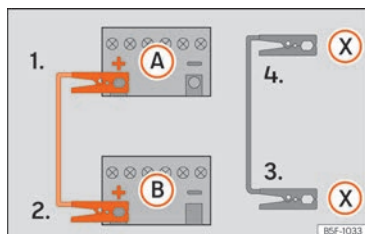

Fig. 4.6 Esquema de conexión para vehículos con sistema Start Stop.
- 4b. En los vehículos con sistema Start-Stop: emborne un extremo del cable negro de emergencia (X) a un terminal de masa adecuado, a una pieza de metal maciza que vaya atornillada al bloque motor o al mismo bloque motor » » » fig. 4.6.
5. Emborne el otro extremo del cable negro de emergencia (X), en el vehículo con la batería descargada, a una pieza de metal maciza que vaya atornillada al bloque motor o al mismo bloque motor pero lo más alejado posible de la batería (A).